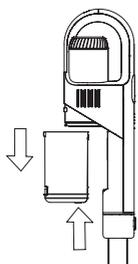

Рис.1
- Вставьте удлинительную трубку (5) в воздухозаборное отверстие пылесоса до щелчка фиксатора (4) (рис. 1 и 2).